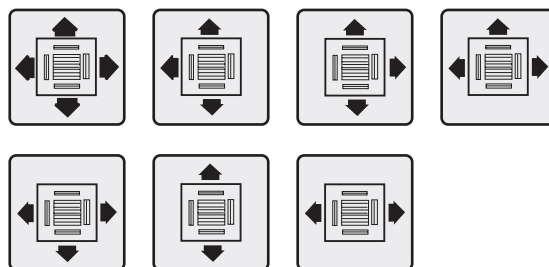

Рисунок 2.3
5. Исходя из расположения помещения, определите направления воздушного потока в месте установки блока. См. рисунок 2.3 с указанием направления воздушных потоков. Если участок вентиляции должен быть заглушен, установите дефлектор в системе вентиляции корпуса блока для перекрытия воздушного потока. См. рисунок 2.4